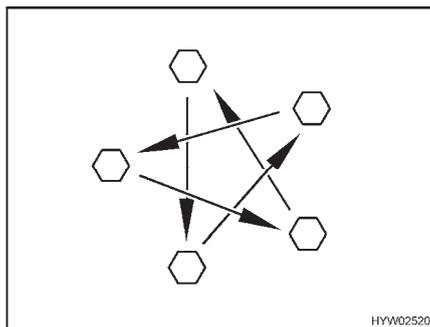

Fig. 159 Apretar las tuercas o los tornillos de las ruedas en forma de cruz
- Comprobar periódicamente que las tuercas o tornillos de las ruedas estén firmemente apretados. Reajustar en forma de cruz (Fig. 159) las tuercas o tornillos de las ruedas después de cambiar una rueda, al cabo de 50 km.